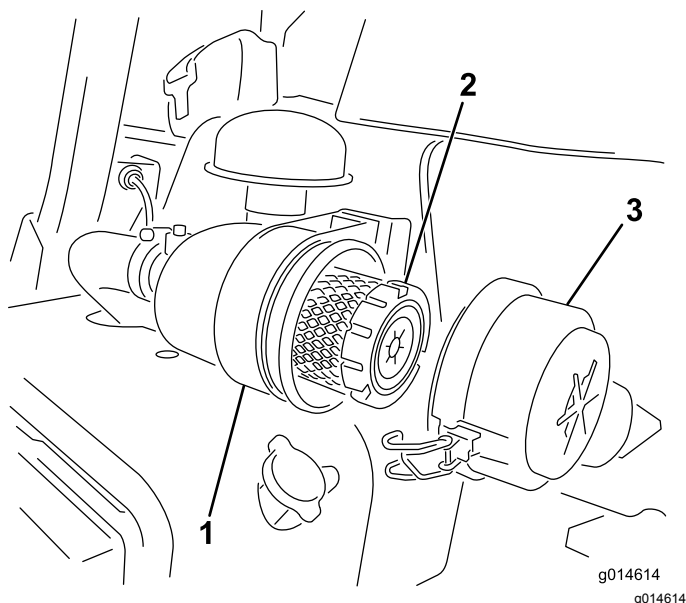

Figura 39
1. Liberte os trincos que fixam a cobertura do filtro de ar ao respetivo corpo (Figura 39).
7. Prenda os trincos (Figura 39).